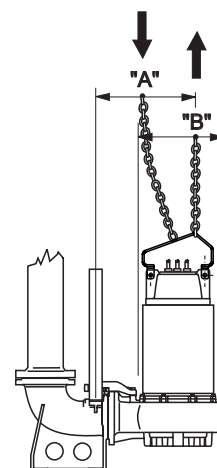

Fig. 2
- 1.5. - Si vous voulez retirer l'électropompe de son emplacement, débrancher avant tout les câbles électriques du tableau de commande, puis soulever en respectant les instructions de la page 39 (Fig. 2). Laver la pompe avec un jet d'eau propre, aussi bien à l'intérieur qu'à l'extérieur, en éliminant tout résidu du liquide véhiculé; ne pas oublier de mettre des lunettes de protection, un masque et un tablier imperméable.